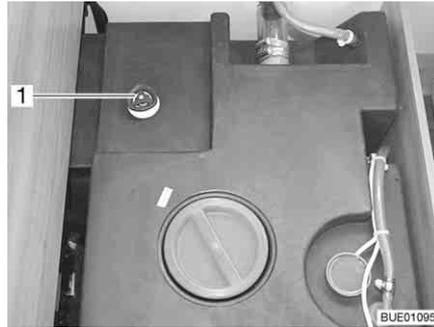

Bild 221 Wassertank mit Drehgriff
- Auf dem Wassertank den Drehgriff (Bild 221,1) im Uhrzeigersinn bis zum Anschlag drehen.
- Auf dem Wassertank den Drehgriff (Bild 221,1) entgegen dem Uhrzeigersinn bis zum Widerstand drehen. Das Wasser läuft bis auf 60 Liter aus.